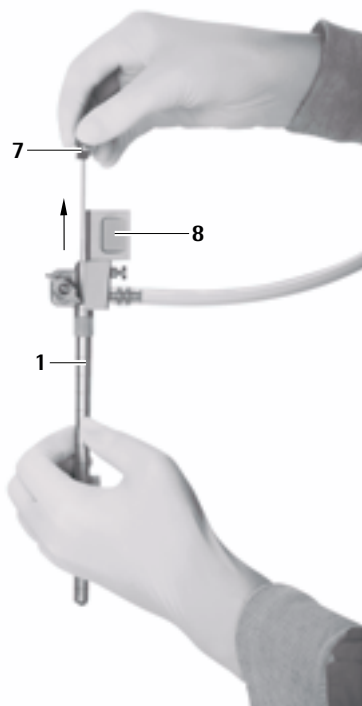

Рис. 9
- ▶ Осторожно извлечь obturator для овального рабочего канала 7 из троакара MINOP inVent 1, см. Рис. 9.